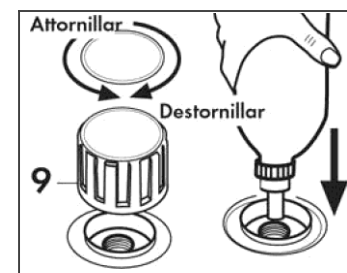

Fig. 3
Abri( manualmente el tapon de llenado de la caldera (9) presionando hacia abajo y contemporaneamente girandolo en el sentido inverso ol de las agujas del reloj; volcar la botella en el a(ngulo de la caldera, vaciar el agua ol interior de la misma; para hacer esto hay que remover el dispositivo de seguridad presionando el tapon de la botella hacia el agujero de llenado de la caldera. Sucesivamente, cuando la caldera esto llena de agua, enroscar otro vez el tapon (9) girandolo en el sentido de las agujas del reloj, asegurándose de que esté bien apretado. (Fig. 3)